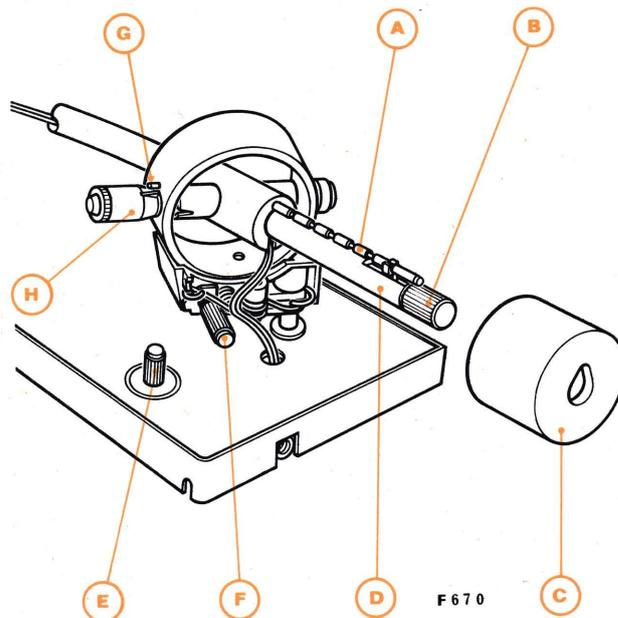

Fig. 4
## A – EQUILIBRAGE DU BRAS (Fig. 4)
## B – REGLAGE COMBINE « FORCE D'APPUI-ANTISKATING » (Fig. 4)
3° - Si tel n'est pas le cas, agir sur la molette (F) (Fig. 4) :